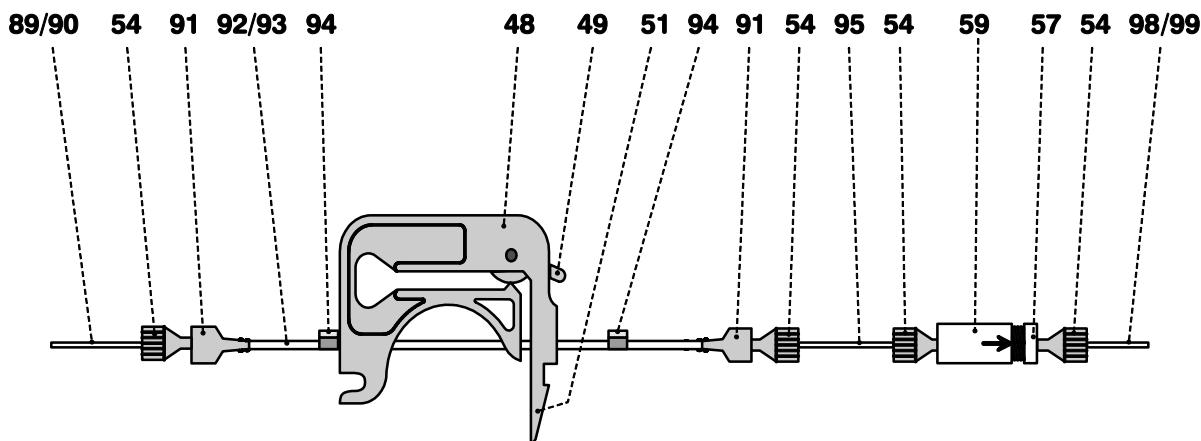

Fig. 15: Montage des tuyaux de pompe
Avant la mise en service, il faut monter les accessoires sur la pompe péristaltique bi-canal intégrée au Compact IC 761, conformément à la fig. 15. Pour ce faire, procédez comme suit:
- Insérer un tuyau de pompe **92** ou **93** (6.1826.060) dans chacune des deux cassettes, conformément à la *fig. 15*. Le taquet blanc-jaune **94** doit alors s'enclencher dans la fixation correspondante sur le côté gauche de la cassette.